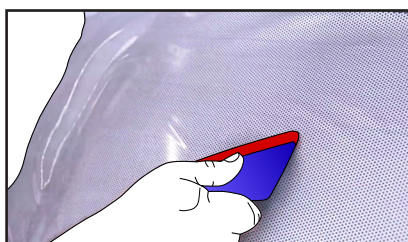

Figure 20
- ▶ De suite après l'application du film, passer la raclette recouverte de feutrine sur la totalité du complexe en partant du centre du film vers les bords. Cela permet d'empêcher l'apparition de bulles. (FIG. 20)